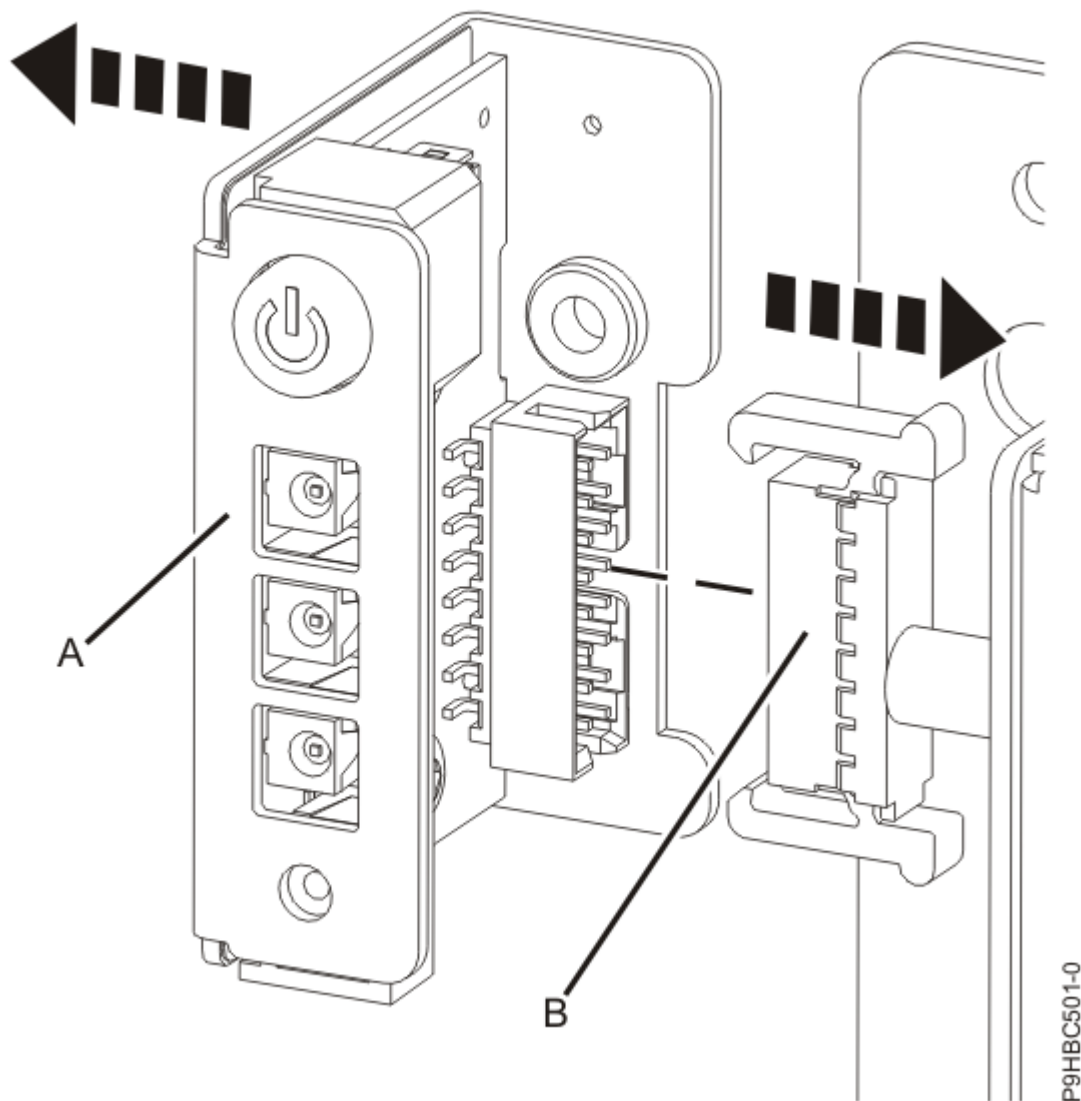

Abbildung 10. Kabel an der Steuerkonsole abziehen
3. Ziehen Sie das Kabel **(B)** von der Steuerkonsole **(A)** ab (siehe Abbildung 10 auf Seite 12).